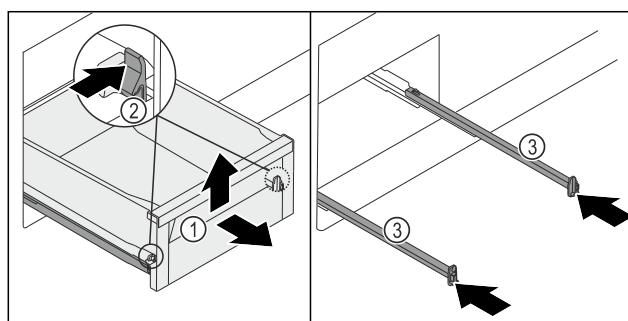

Fig. 125
- Витягніть висувний ящик Fig. 125 (1) до упору.
- Одночасно втисніть лівий і правий затискачі Fig. 125 (2) всередину.
- Висувний ящик Fig. 125 (1) від'єднається від рейок.
- Підніміть висувний ящик Fig. 125 (1) спереду.
- Вийміть висувний ящик Fig. 125 (1) рухом уперед.
- Всуньте рейки Fig. 125 (3).